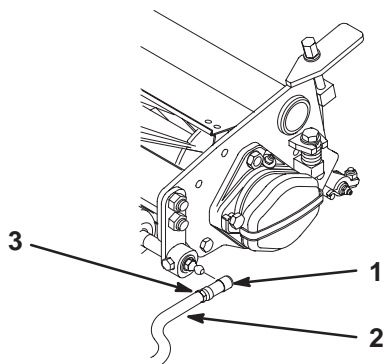

Bild 13
6. Richten Sie die Innensechskante der Kugelgelenke so aus, dass die offene Seite des Sechskants in Richtung Kugelbolzen zentriert ist. Ziehen Sie die Klemmmuttern fest, um die Innensechskante in ihrer Stellung zu arretieren (Bild 13).